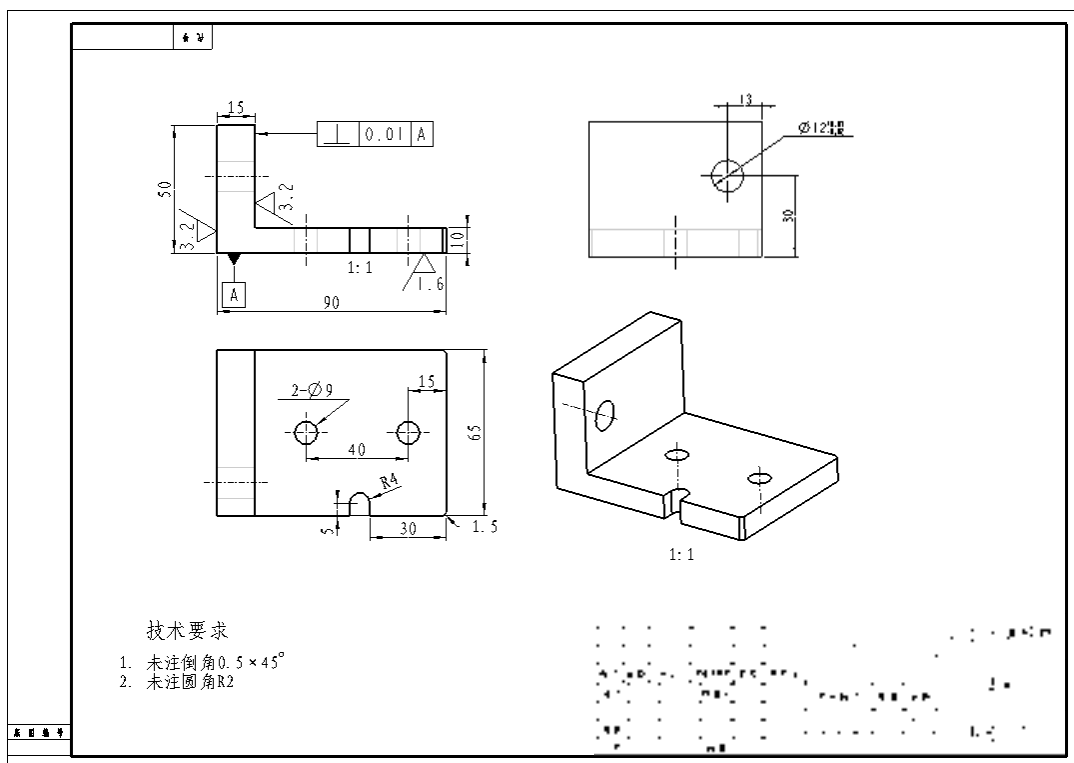

图 11.1.1 零件工程图范例
本范例以一个简单的零件来介绍创建完整工程图的详细创建过程。范例虽然简单，却可以反映工程图的一般创建方法和所遇到的问题。按照下面的操作要求，创建图 11.1.1 所示的零件工程图。
Stage3. 创建图 11.1.1 所示的主视图
Step2. 在 **注释** 功能选项卡区中选择 **注释**  **尺寸**  命令，手动添加尺寸标注，使用注释命令标注倒角尺寸，如图 11.1.1 所示。